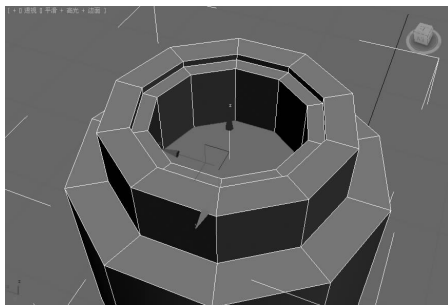

图 5-92 继续向下挤出多边形 ▲
(8) 继续按照上一步的操作将顶部的多边形向下挤出,得到如图 5-92 所示的效果。